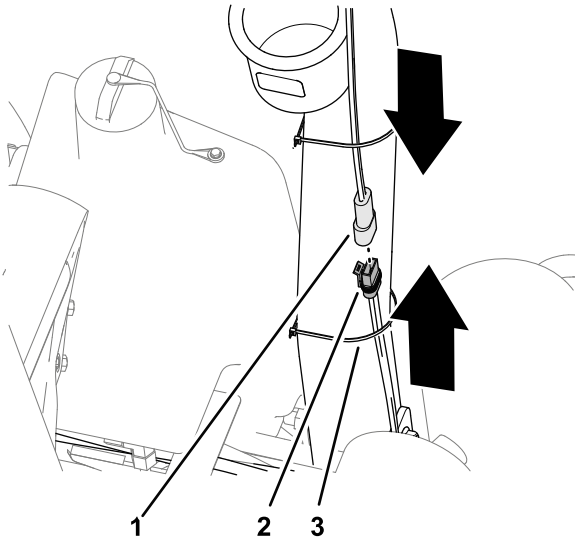

Figura 19
1. Collegate il connettore a 2 pin del cablaggio di alimentazione al connettore a 2 pin del cablaggio preassemblato del parasole (Figura 19).
2. Fissate il cablaggio di alimentazione al tubo del roll bar con una fascetta per cavi (Figura 19).